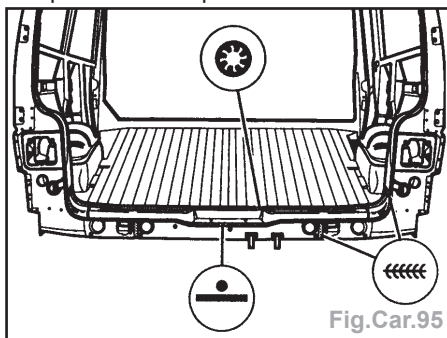

Fig. Car.95
- Souder la traverse AR avant la tôle de fermeture (Fig. Car.95).